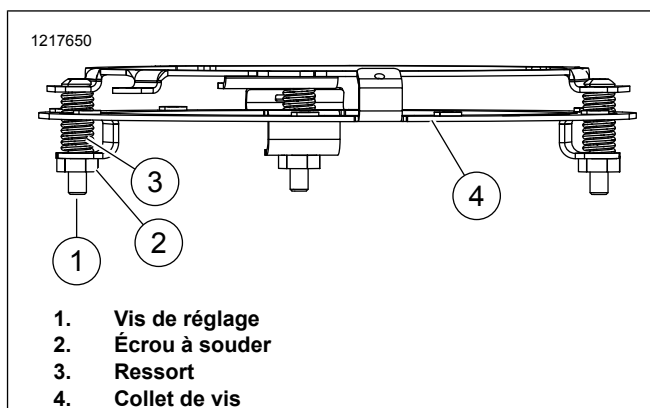

Figure 1. Installations avec anneaux de montage (typique)
2. Voir la figure 1. Pour toutes les poses avec anneaux de montage, définir le dégagement initial derrière le phare en faisant tourner les trois vis de réglage (1) jusqu'à ce qu'environ 3/8 pouce (9,5 mm) des ressorts (3) soient exposés au-dessus du collet de la vis de l'ensemble (4). Vérifier l'engagement complet des filets de l'écrou à souder (2) sur les vis de réglage (1) avant et après avoir posé et orienté le phare.